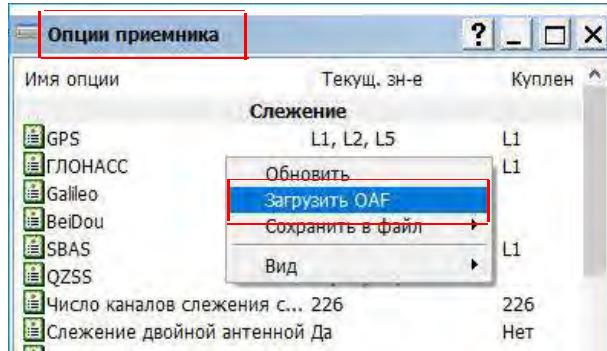

Рисунок 5-6: Клик правой кнопкой мыши и выбор Загрузки ОАФ
2. Кликните правой кнопкой мыши в окне **Опции приемника** и выберите **Загрузить ОАФ** (Рисунок 5-6).